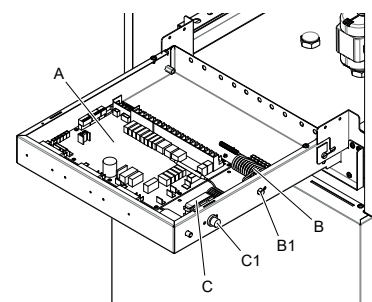

fig. 12 - vista interna del quadro elettrico
- A** Scheda idronica elettronica (fig. 12)
**B** Protezione termica di sicurezza per resistenza elettrica monofase con pulsante di riarmo manuale (part. B1 fig. 12)
**C** Protezione termica di sicurezza per resistenza elettrica trifase con pulsante di riarmo manuale (part. C1 fig. 12)